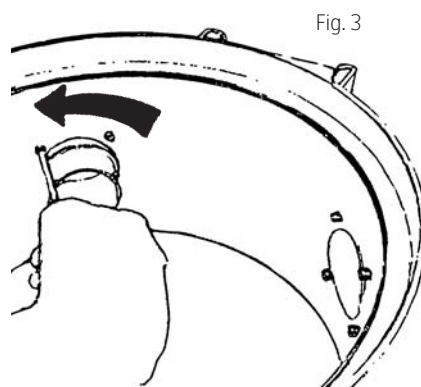

Fig. 3
1. Løsn sugerørsfatningen ved at skrue de fire Torx-skrue af med en Torx T20-skruetrækker eller en almindelig skruetrækker, fig. 3.